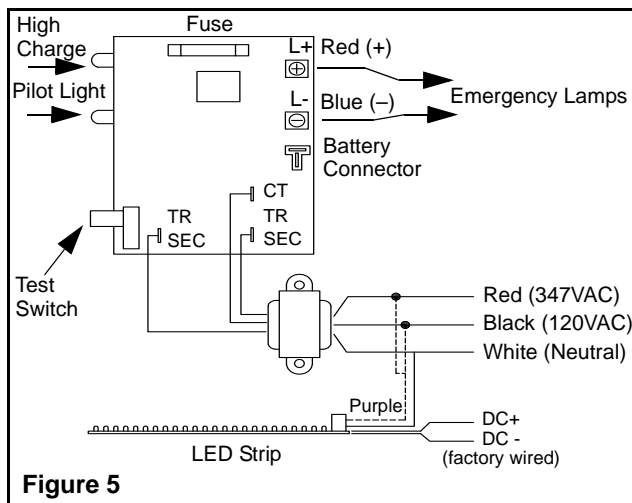

Figure 5
5. Make the proper connections: the unit accepts an input voltage of 120 or 347 VAC (see figure5).
- Effectuer les connexions nécessaires: l'unité accepte une tension de 120Vca ou 347Vca (voir figure 5).